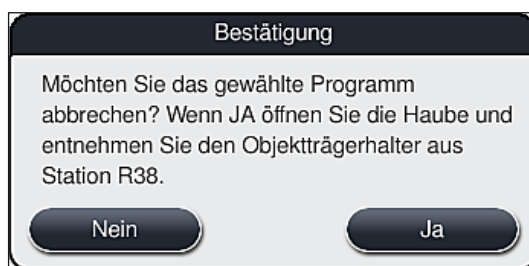

Abb. 89
5. In der folgenden Meldung (→ "Abb. 89") mit der Taste **Ja** den Programmabbruch bestätigen oder mit **Nein** zur Prozessstatusanzeige zurückkehren.
Die Hinweise der Meldung (→ "Abb. 89") sind unbedingt zu beachten.